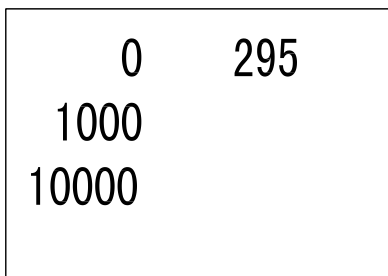

图 4 标定界面
- ② 选中第一项（1. Calibration），按键，如果开机未到达 3 分钟，屏幕以倒计时方式显示预热剩余时间。预热完毕，进入图 4 标定界面；反之直接进入图 4 所示菜单界面。